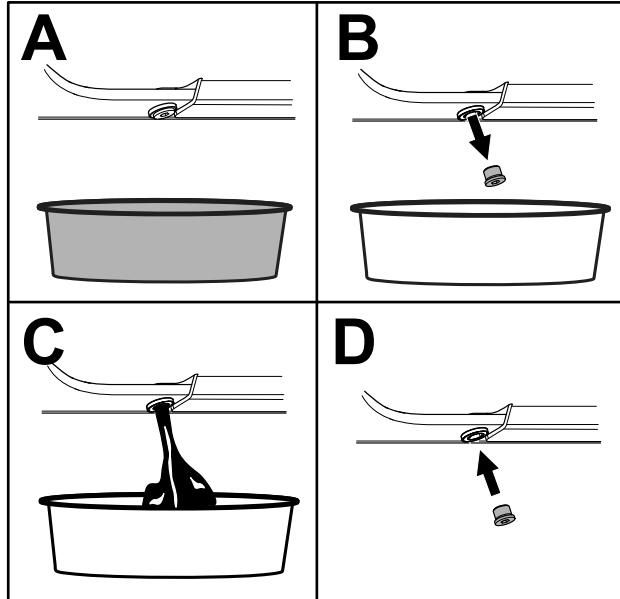

Figura 54
5. Drene el aceite por debajo de la plataforma (Figura 54).